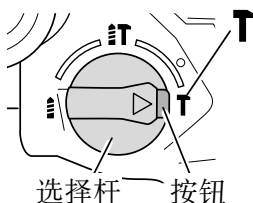

图 22
按下按钮并将选择杆对准 **T** 记号，可以将电动锤钻设置为只锤钻模式 (图 22)。
### (3) 旋转选择杆，使其对准 **T** 记号 (图 22)。